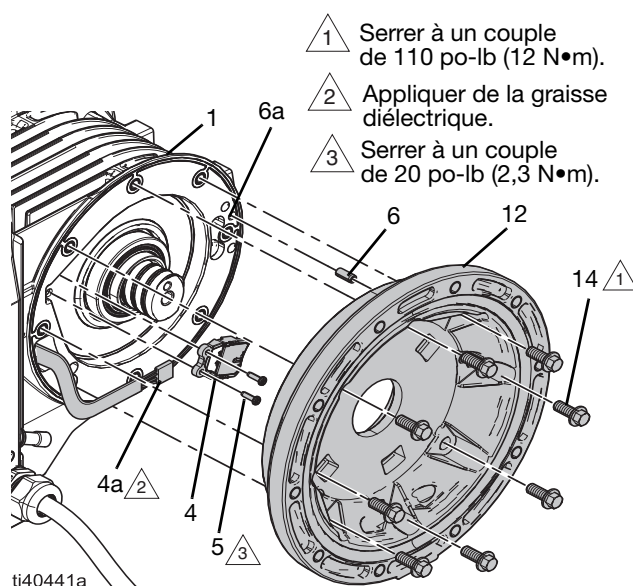
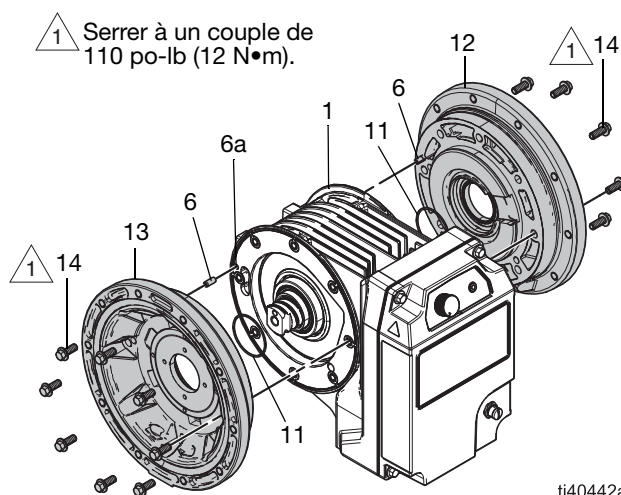

FIG. 12 : Capteur du moteur
FIG. 13 : Section centrale, côté charge
Voir Fig. 12.
Voir FIG. 12 et FIG. 13.
2. Installer avec précaution le capuchon du stator côté capteur (12) :
- a. Installer le joint (11) dans le capuchon du stator (12).
- b. Aligner la broche (6) du capuchon du stator (12) avec le trou de la broche (6a) sur le boîtier du stator (1) et insérer délicatement le capuchon du stator (12). S'assurer que le capuchon du stator est correctement mis en place. Voir FIG. 12.
Voir FIG. 12 et FIG. 14.
4. Installer le joint (47) sur le moyeu (8).
5. Installer l'autre joint (11) sur le moyeu (8).
6. Installer l'écrou de précharge et le moyeu (9, 8) sur le capuchon côté charge (13) :
- a. Appliquer de l'antigrippant sur les filets du moyeu (8).
- b. Visser le moyeu de précharge (8) sur le capuchon de stator côté charge (13). S'assurer que les rebords du moyeu de précharge (8) sont orientés vers le centre du rotor (7).
- c. Faire tourner le moyeu (8) jusqu'à ce que le joint (47) touche l'alésage du capuchon (13).
- d. Installer le capuchon du stator côté charge (13) sur le boîtier du stator (1). Installer le joint (11) dans le capuchon du stator (13). Voir FIG. 13.
- e. Aligner la broche (6) du capuchon du stator (13) avec le trou de la broche (6a) sur le boîtier du stator (1) et insérer délicatement le capuchon du stator (13). S'assurer que le capuchon du stator est correctement mis en place. Voir FIG. 13.
- f. Installer les fixations (14) dans le capuchon du stator (13). Serrer à un couple de 110 po-lb (12 N•m). Voir les **Instructions de couples de serrage**, page 38.
- g. Insérer l'outil de montage du moyeu de précharge dans le moyeu de précharge (8).
- h. Utiliser une clé appropriée sur l'outil d'installation du moyeu de précharge (8) pour le serrer à un couple de 20 pi-lb (27 N•m)